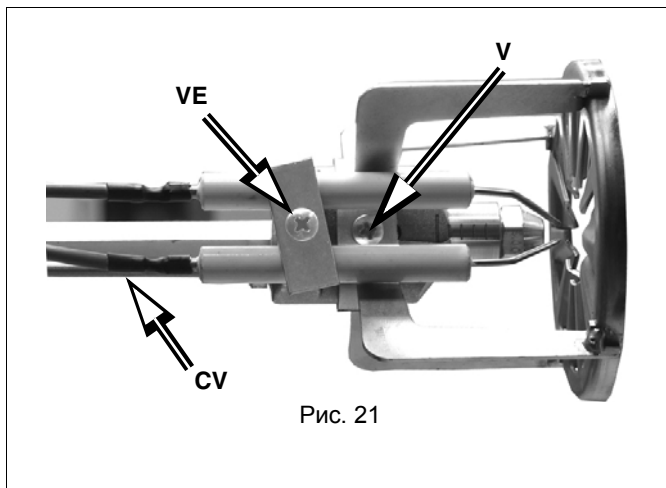
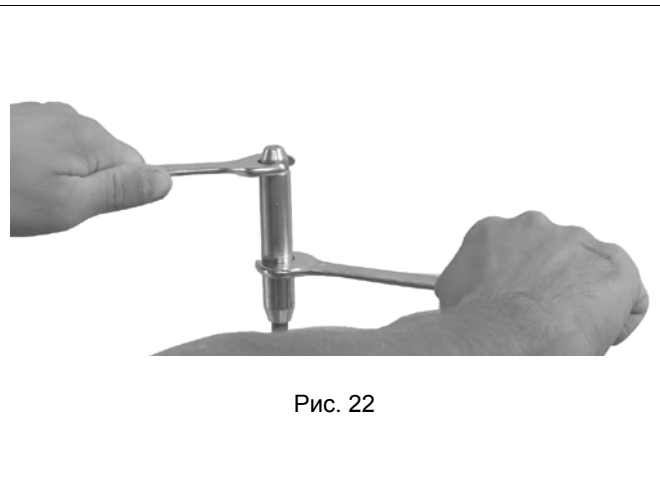

Рис. 21
Рис. 22
Прежде чем приступить к демонтажу форсунки и электродов, отсоединить кабели **CV** (Рис. 21), снять размеры, указанные на Рис. 22. и записать в таблице Таб. 6.
- 12 Открутить винт **V**, который крепит голову сгорания, и отсоединить голову от держателя форсунки (Рис. 21).
- 13 Открутить винт **VE**, который крепит электроды, вынуть их, почистить и, при необходимости, заменить (Рис. 21).
⚠ При снятии форсунки обязательно использовать два ключа, как показано на Рис. 22, во избежание повреждения опорной плиты компонентов горелки!
- 15 установить на место все компоненты, не забывая затянуть винты **V** и **VE** (Рис. 21); подсоединить кабели **CV**, тщательно соблюдая отметки, ранее снятые и записанные в таблице на стр.22 (См. "Регулирование головы сгорания")